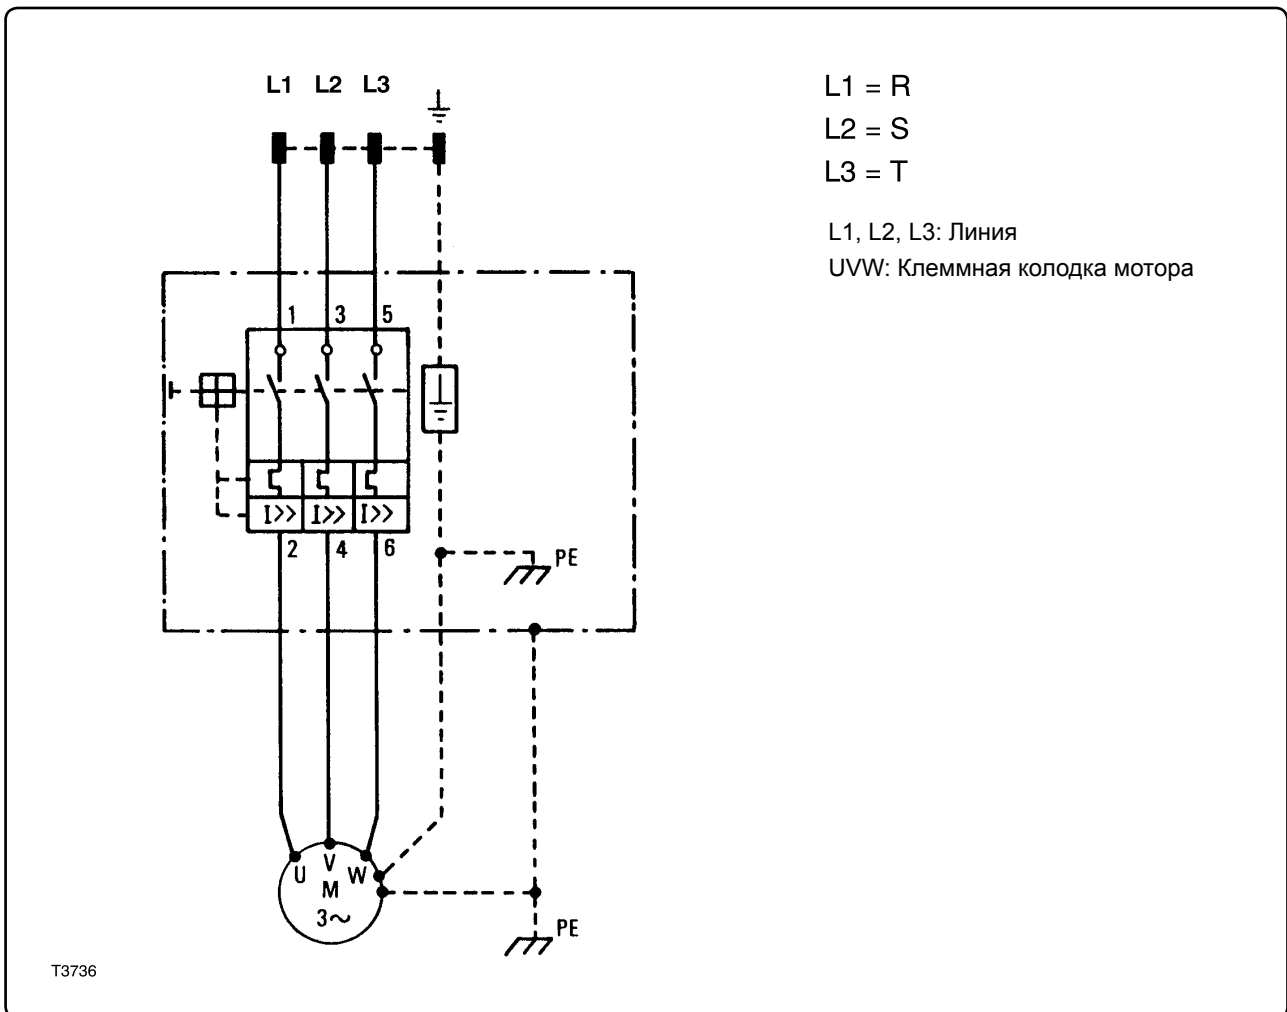

Рис. 7.7.1
7.7.1 - Монтажная схема стандартной машины кат. "U", "S", "G" (рис. 7.7.1)